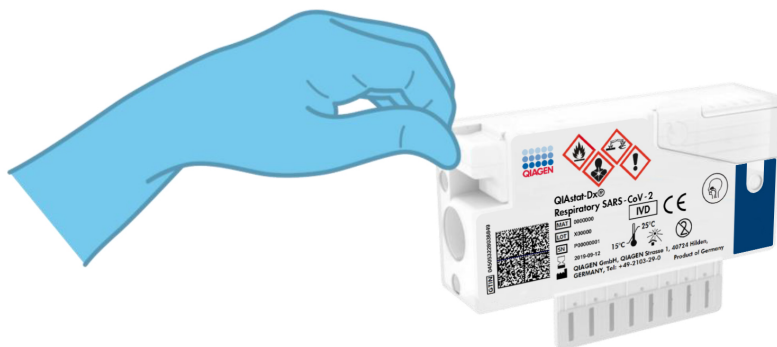

Figura 10. Chiusura dello sportellino campione della porta tampone.
7. Chiudere saldamente lo sportellino del campione della porta tampone finché non scatta (Figura 10).